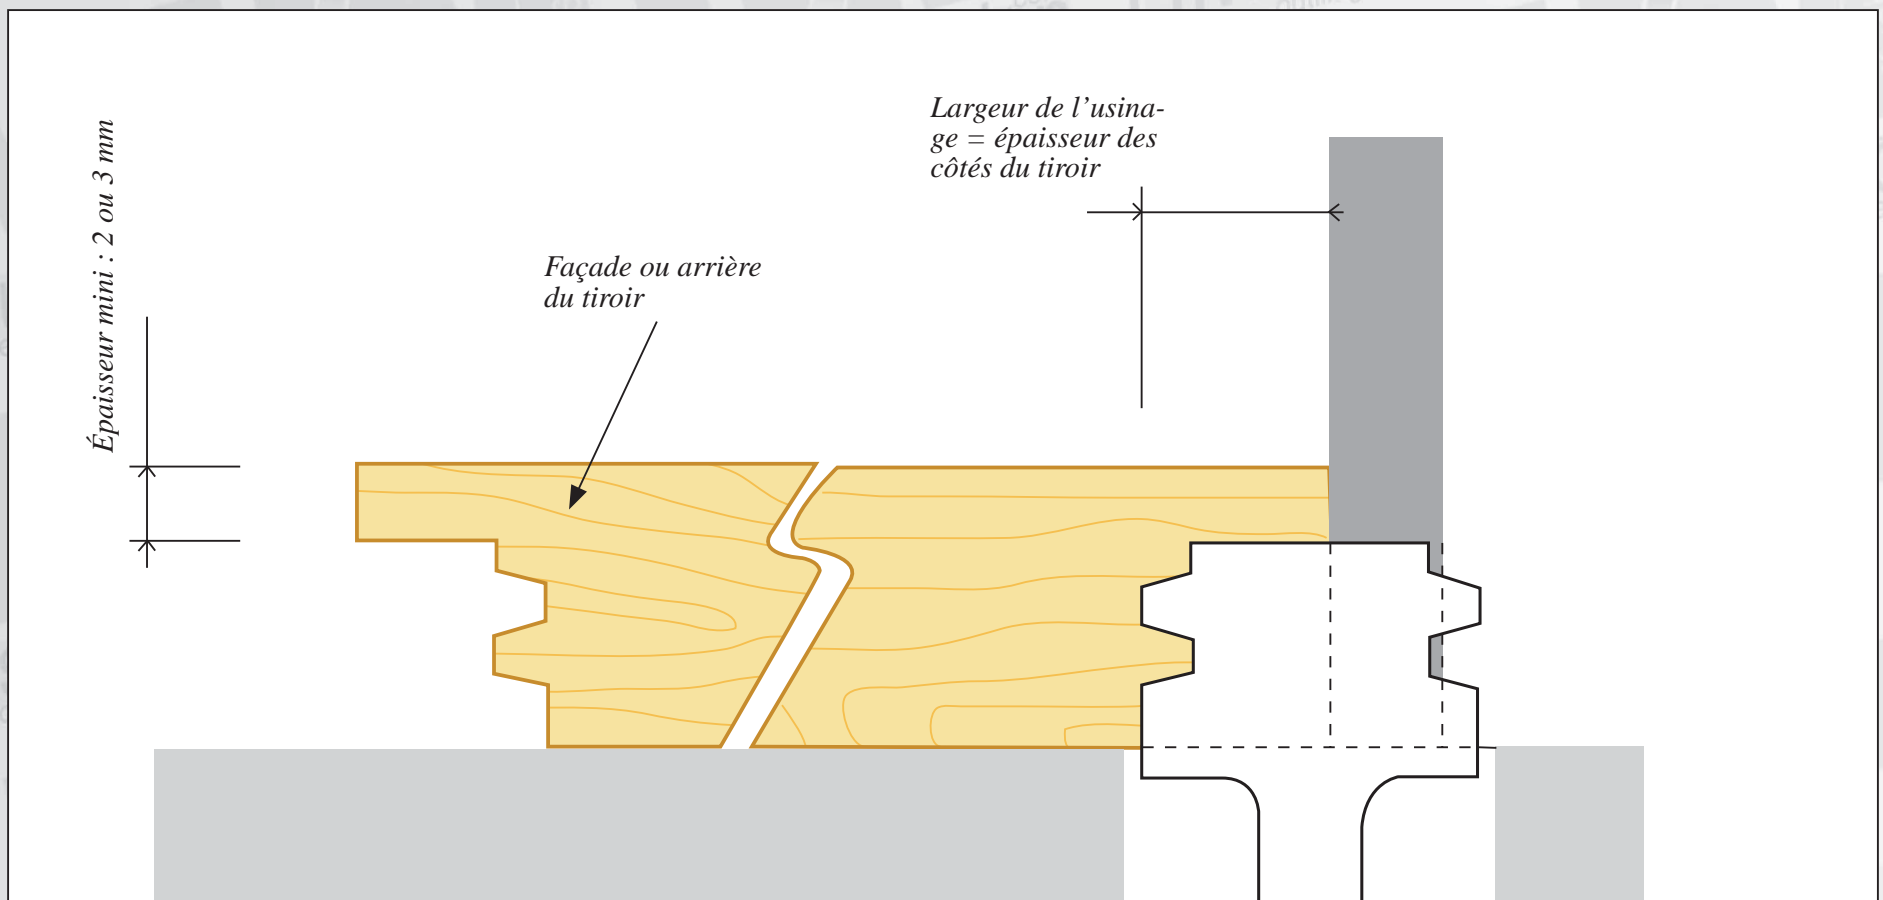

Fig. 5 : réglage de la fraise pour une façade affleurante
- **Façade affleurante :** veillez à laisser suffisamment de matière (2 ou 3 mm minimum) au-dessus de la fraise pour ne pas fragiliser cette partie (figure 5).
- **Façade affleurante :** la largeur de l'usinage correspondra à l'épaisseur de vos côtés de tiroir (figure 5).